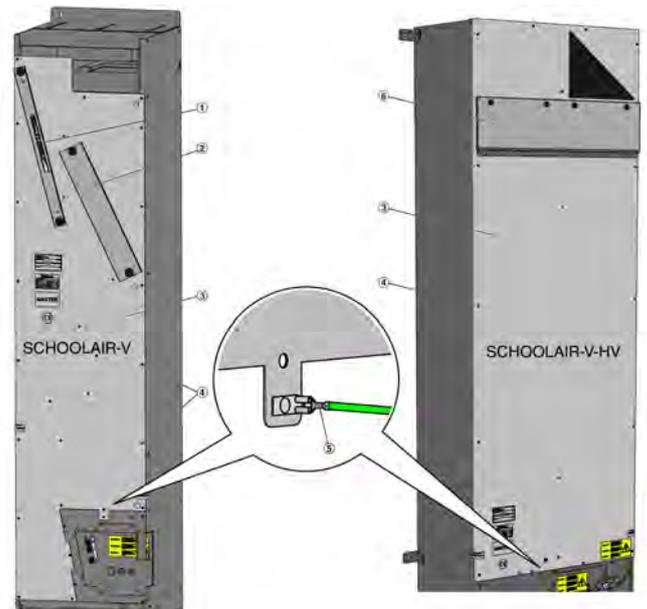

Abb. 32: Gerätedeckel demontieren, nur bei SCHOOLAIR-V und SCHOOLAIR-V-HV
- Abluftfilter (Abb. 32 /1) herausnehmen und den Filterdeckel (Abb. 32 /2) vom Außenluftfilter demontieren ↪ *auf Seite 34* .
- Den Gerätedeckel des Lüftungsgeräts (Abb. 32 /3) demontieren, dazu alle Kreuzschlitzschrauben (Abb. 32 /4) am Gerätedeckel lösen.
Beim Abnehmen des Gerätedeckels, den Schutzleiter (Abb. 32 /5) lösen.